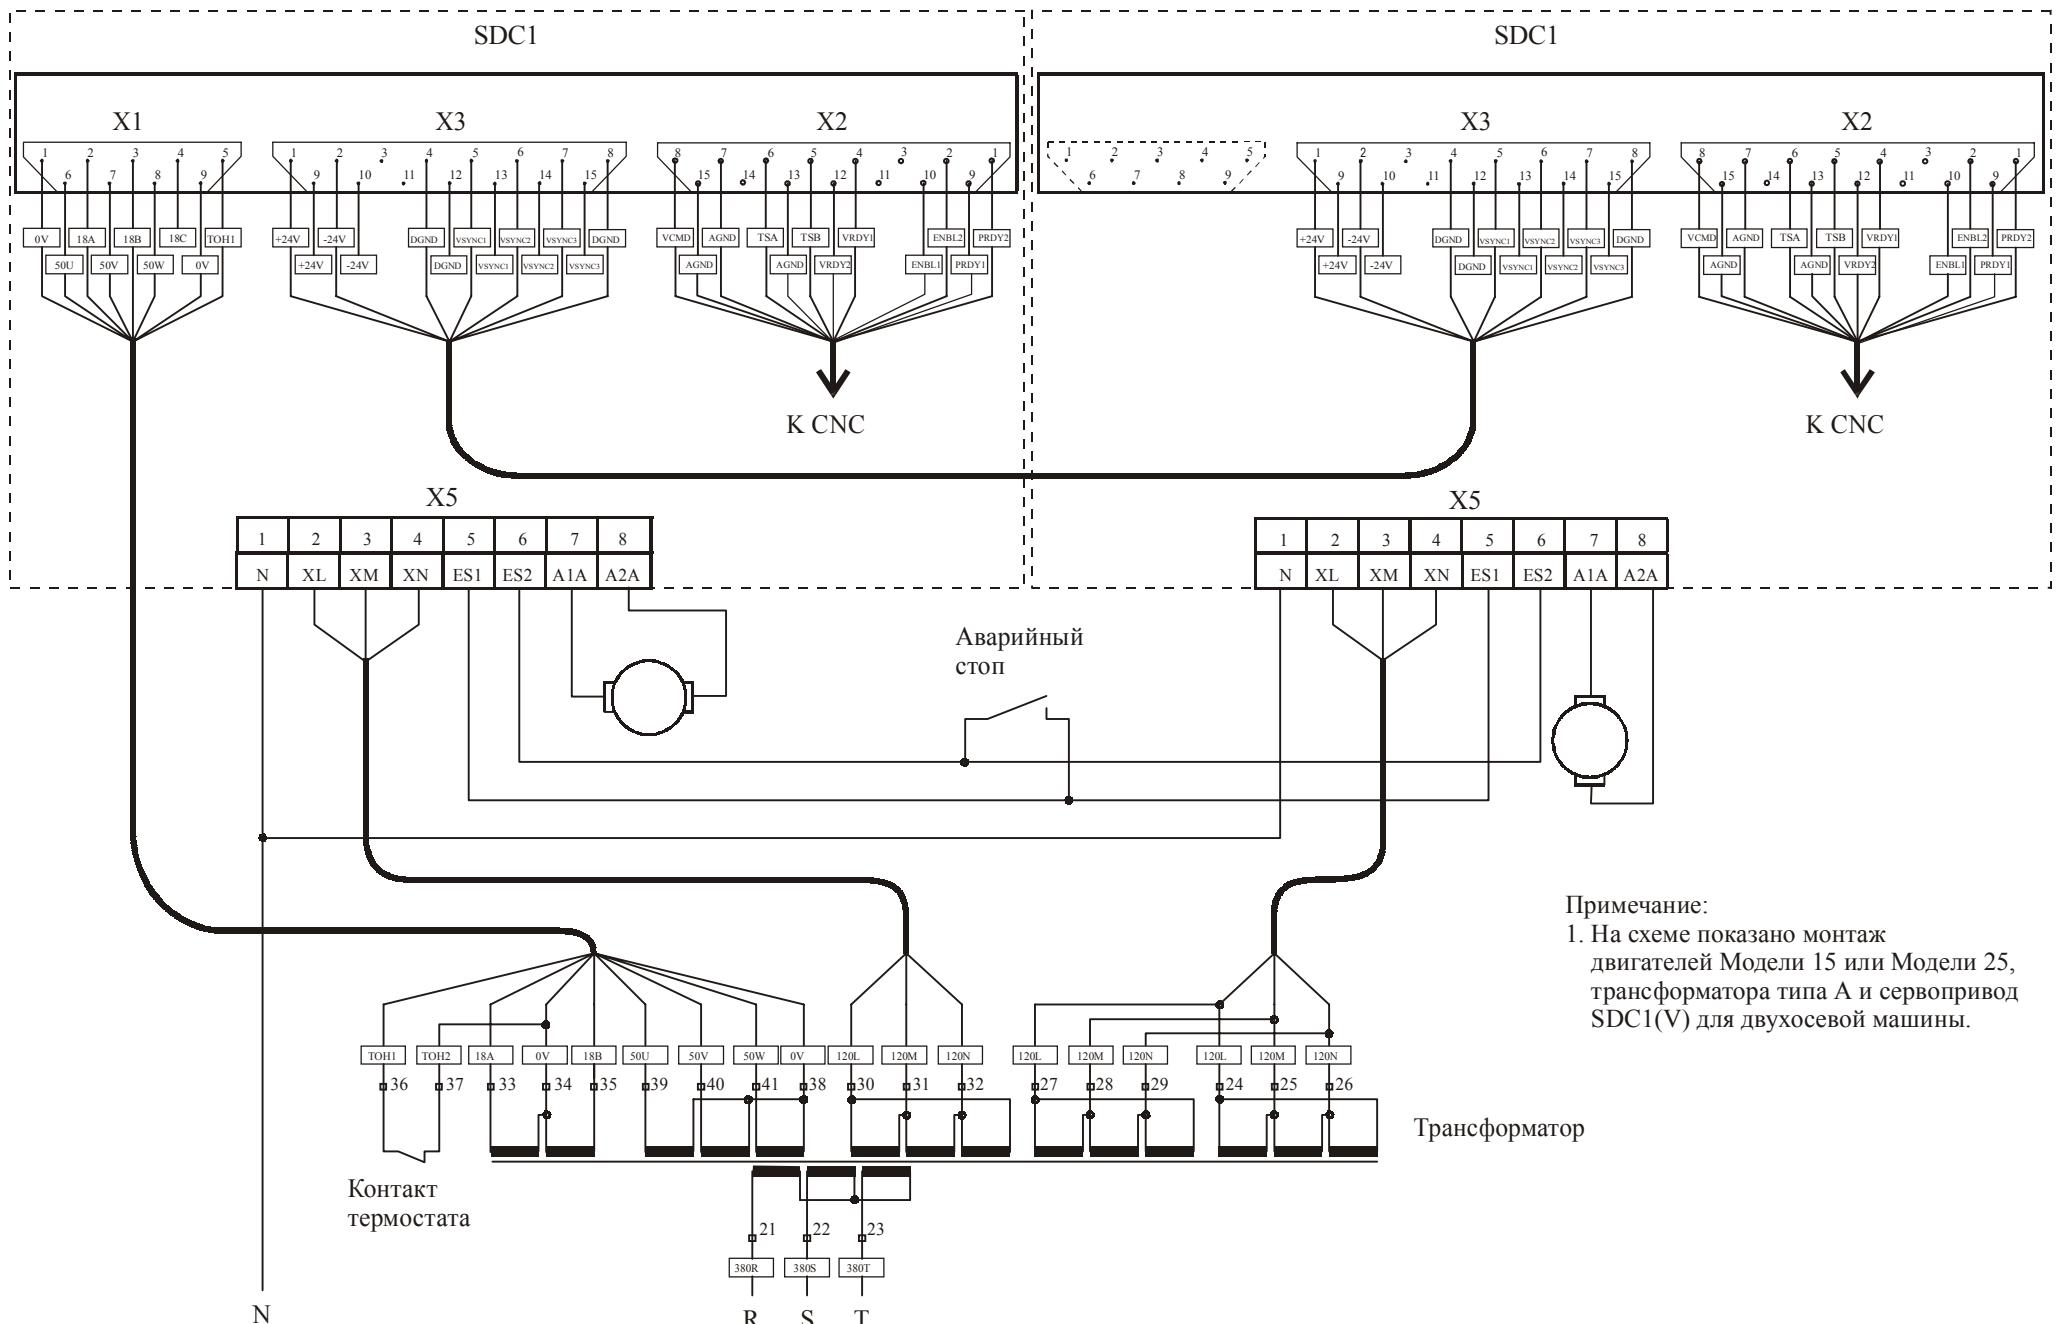

Рис. 5.
6. В случае двух (или более) осей, сигналы ES1 (X5-6) всех сервоприводов следует соединить вместе, как изображено на рис.5 и рис. 6.
7. В случае двух или более осей, сигналы ES2 (X5-7) всех сервоприводов следует соединить вместе, как изображено на рис.5 и рис. 6.
На рис. 5 дана рекомендательная схема соединений двигателя модели 15 или 25, сервотрансформатора типа А и сервоуправления SDC1 (V) при двухосевых машинах. Аналогично производится и соединение других типов двигателей постоянного тока с возбуждением от постоянных магнитов, но в зависимости от их якорного напряжения и мощности следует выбрать подходящий трансформатор.
J601	Термический контроль силового трансформатора. Если на силовом трансформаторе установлен термостат с нормально замкнутым контактом, то J601 следует поднять (открыть). Подсоединение термостата следует реализовать как указано на рис.5 или рис.6.